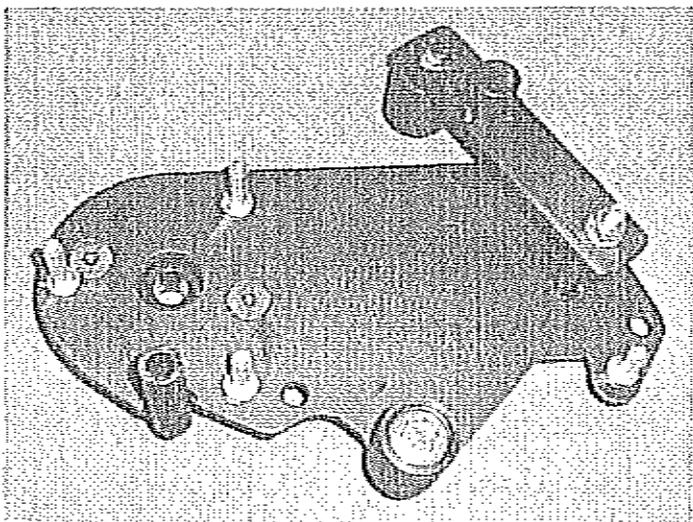

Bild 3
- Montieren Sie die Flanschplatte (Bild 3)